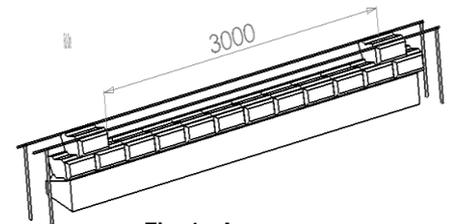

Fig. 1 - Arranque
2. Verificar o alinhamento e nivelamento, com recurso a nível e fio de linha (compensar se necessário) (Fig. 1);
4. Colocação das fiadas subsequentes (máximo 4 fiadas). A aplicação deverá ser iniciada em simultâneo, em pontos equidistantes de +/- 3 mts. (Fig. 1), a desenvolver para os lados direito e esquerdo, ocorrendo o encontro de peças a cerca de 1,5 m dos pontos a partir dos quais se iniciou a aplicação. Tal permitirá (uma vez que os elementos não são retificados) garantir alinhadas as juntas verticais, que serão coincidentes, alternadamente (Fig. 1);